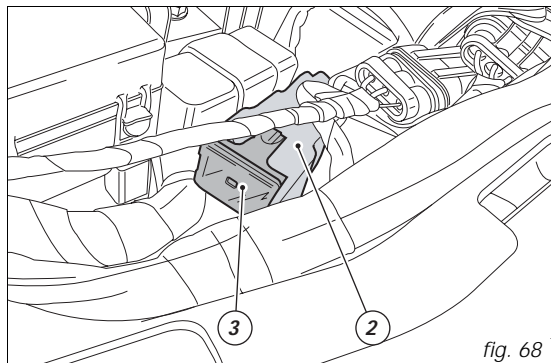

fig. 68
Le fusible de 40A (2), placé de côté à la boîte à fusibles (fig. 68,) protège le régulateur électronique.